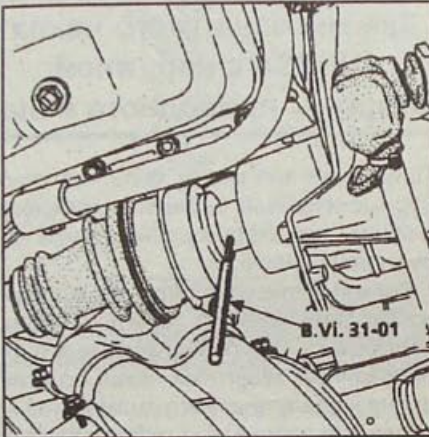

Рис. 8.5. Использование борodka B.Vi.31-01 для выбивания упругого штифта правого приводного вала коробки передач JC5
• С помощью борodka В. Vi. 31-01 выбейте упругий штифт крепления правого приводного вала к выходному валу дифференциала (рис. 8.5).